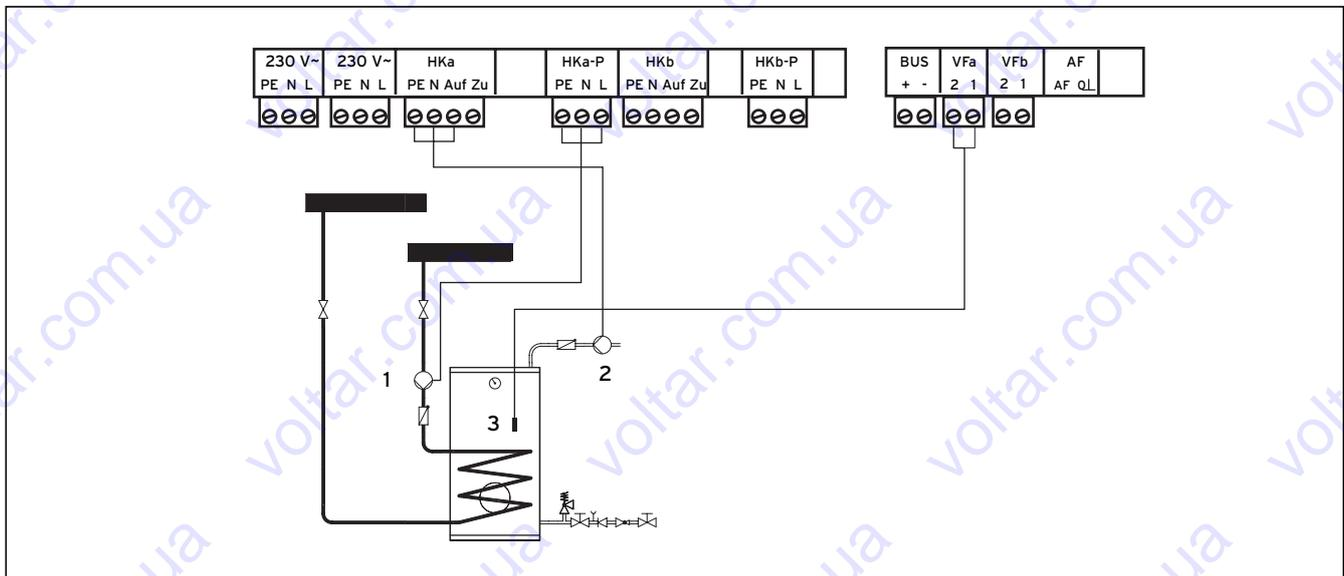

Рис. 5.2 Подключение отопительного контура в качестве контура за-
- Произведите монтаж электропроводки на смесительном модуле VR 60 так, как это показано на рис. 5.2.